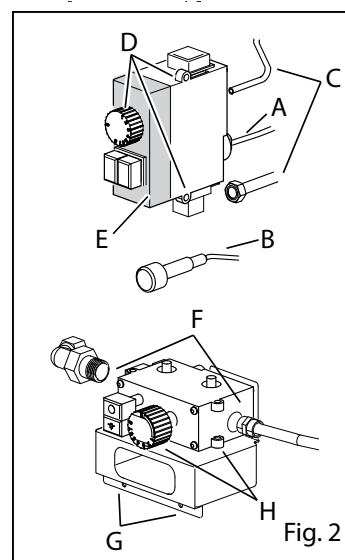
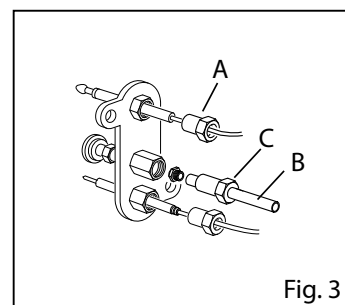

Fig. 2
Fig. 3
- Abrir a torneira de interceptação a montante do equipamento (Fig. 2);
- Remontar o parafuso com anilha de contenção de gás na sua posição correta, abrir a torneira de interceptação a montante da aparelhagem (Fig. 2) e, acendendo o queimador, verificar se não há vazamentos de gás.
- Se for o caso, desmontar a vela, de modo a evitar danificá-la durante a substituição do injetor (Fig. 2).
- Soltar o injetor da sua posição (Fig. 3).
- Remover o termopar da válvula (Fig. 2/A) e do grupo piloto (Fig. 3/A)
- Soltar o cabo de alta tensão da vela de ignição (Fig. 3/B)
- Soltar a porca (Fig. 3/C)
- Conectar o cabo de alta tensão (Fig. 3/B)
- Soltar o cabo do acendedor piezoelétrico (Fig. 2/B)
- Desatarraxar o termopar e as conexões em entrada e saída de gás (Fig. 2/A+C)
- Remover o manípulo e os parafusos de fixação da válvula (Fig. 2/D)
- Remover a cobertura plástica (Fig. 2/E)
- Desatarraxar o termopar e as conexões em entrada e saída de gás (Fig. 2/F)
- Desatarraxar o suporte e a válvula (Fig. 2/G)
- Remover o manípulo e o suporte da válvula (Fig. 2/H)